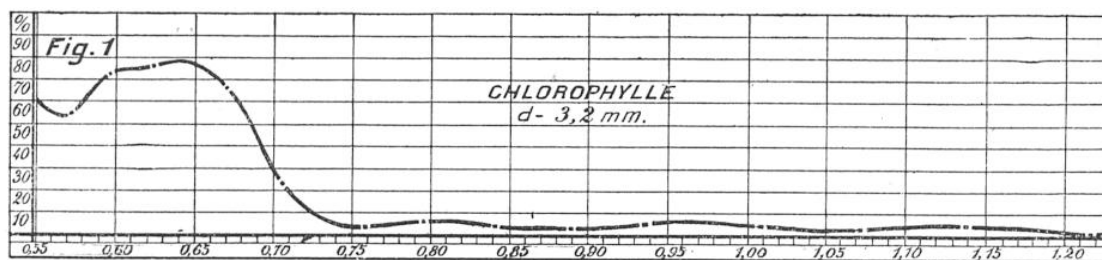

FIG. 4. — SPECTRE D'EXTINCTION DE LA CHLOROPHYLLE, DE DONATH
M. Charles Henry soupçonnait depuis longtemps la relation des saveurs et des odeurs avec les spectres infra-rouges, lorsqu'il eut connaissance des travaux de Bruno Donath sur les spectres d'extinction d'huiles éthérées (1896) et de Coblentz sur les spectres d'extinction de gaz et de vapeurs dans l'infra-rouge. Les spectres de Donath (fig. 4 bis), qui s'appliquent à l'essence de térébenthine, aux huiles de sassafras, de genévrier, de romarin, d'olive, de pétrole, entre 0 μ , 7 et 2 μ , 7, sont remarquablement analogues. Or, si l'on prend les précautions convenables
FIG. 4 bis. — AUTRES SPECTRES D'EXTINCTION DE BRUNO DONATH
Le spectre d'extinction de la chlorophylle de Donath (fig. 4) permet de calculer la période des saveurs. Cette substance laisse une sensation persistante d'amer, après une sensation de salé. A partir de $\lambda = 0 \mu.75$, ce spectre présente une série d'ondulations qui vont légèrement en s'amortissant. Tous les λ d'énergie maxima, qui